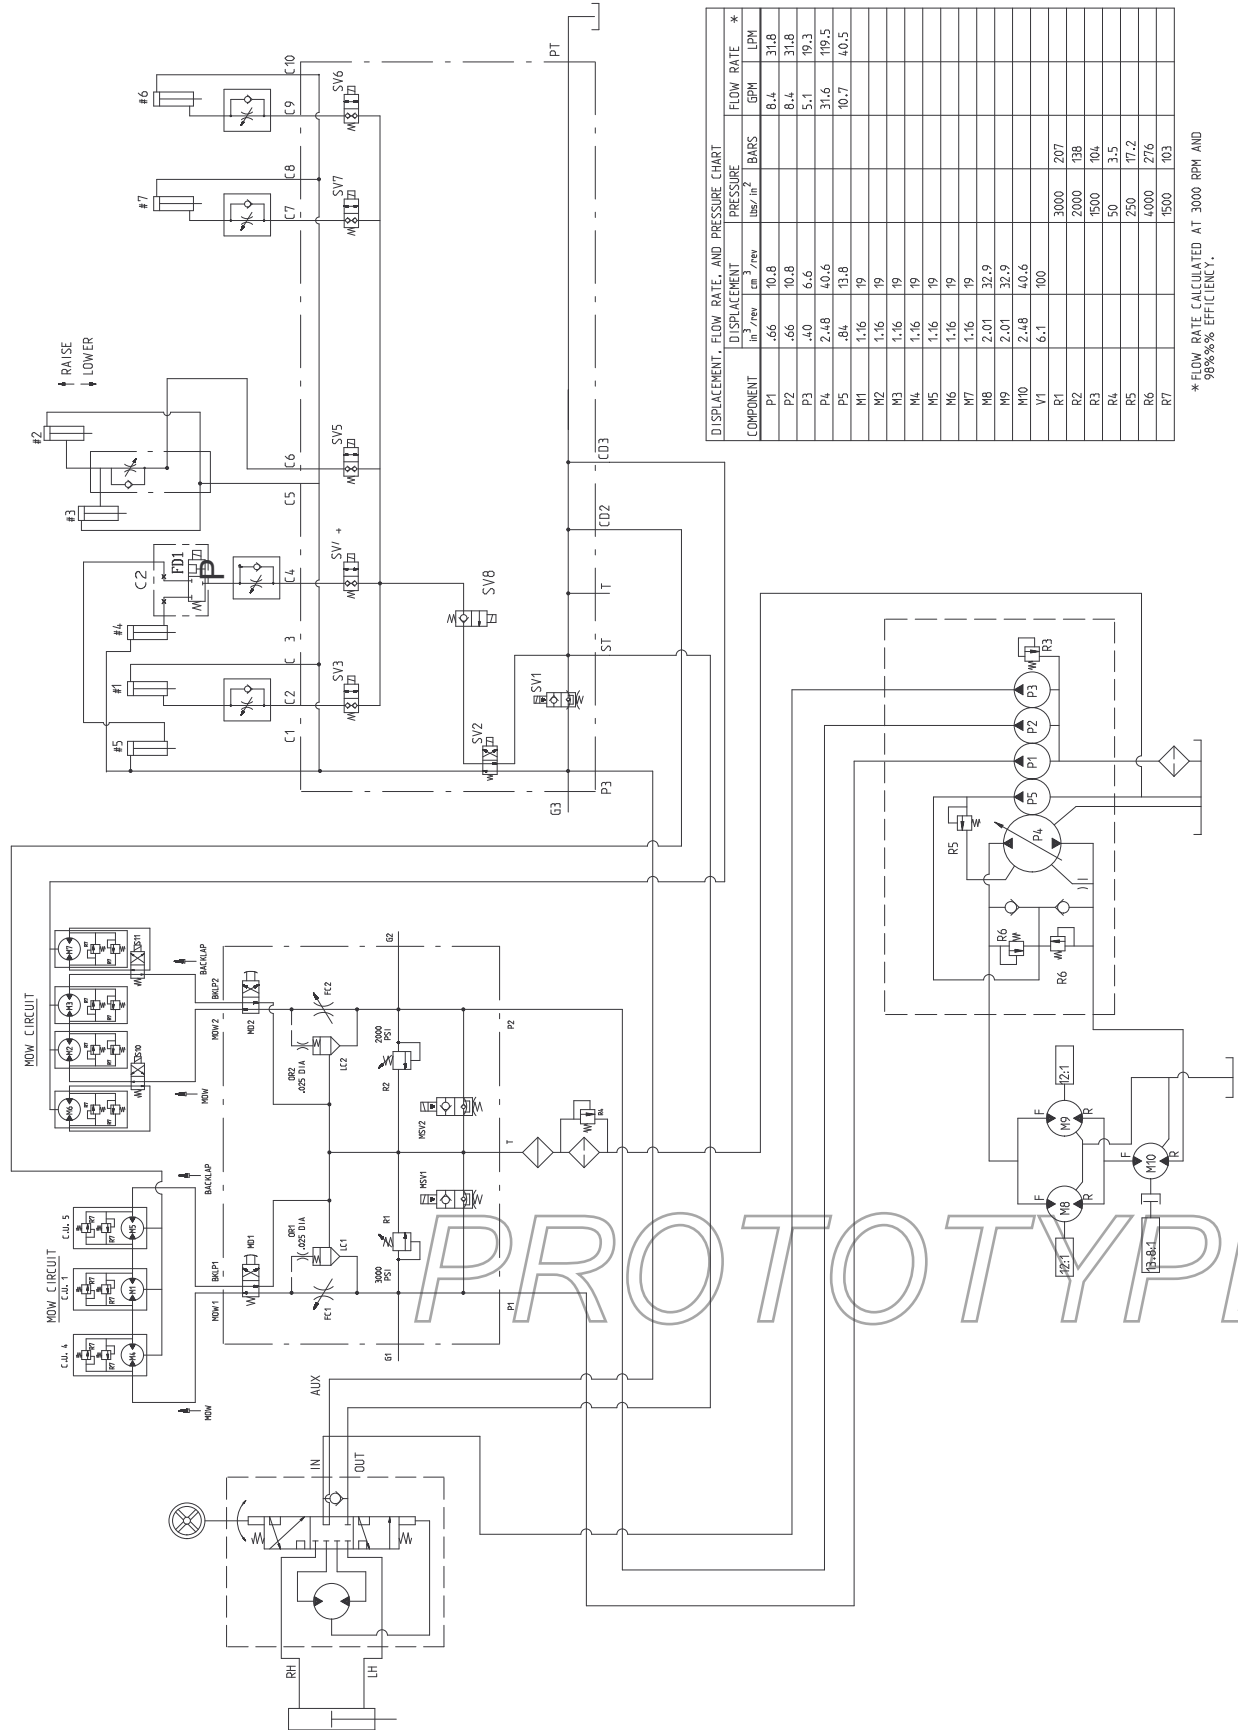

**Figure 62**
- Réglez les écrous de blocage à l'extrémité de la tige de la pompe pour avancer le tube de commande et éliminer le déplacement en marche avant, ou le reculer et éliminer le déplacement en marche arrière (Fig. 62).